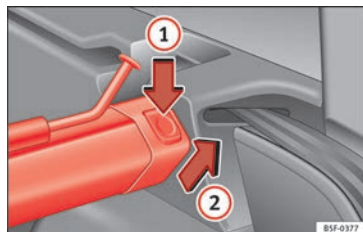

Fig. 168 Na bagageira: desmontar a rede de separação.
- Pressione o botão de desbloqueio esquerdo ou direito » » **Fig. 168** no sentido da seta (1).
- Retire a carcaça do suporte no sentido da seta » » **Fig. 168** (2).
- Pressione a carcaça nos suportes esquerdo e direito no sentido contrário ao da seta » » **Fig. 168** (2) até que encaixe.